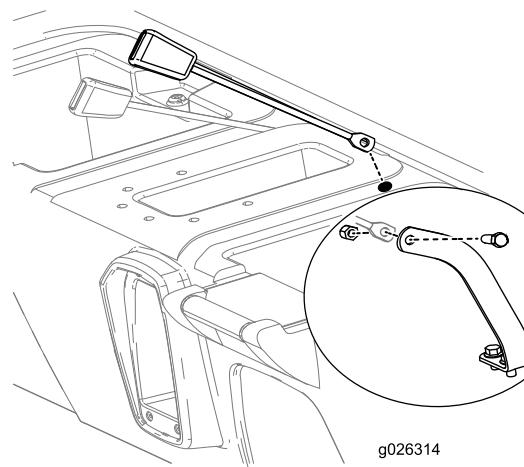

Figura 11
7. Introduzca el extremo de receptor de cada cinturón de seguridad por uno de los taladros que acaba de perforar en la base del asiento (Figura 11).
8. Levante la parte trasera de la base del asiento para tener acceso, y Monte el receptor de cada cinturón de seguridad un anclaje con un perno ($7/16"$) y una contratuerca ($7/16"$), según se muestra en Figura 11.